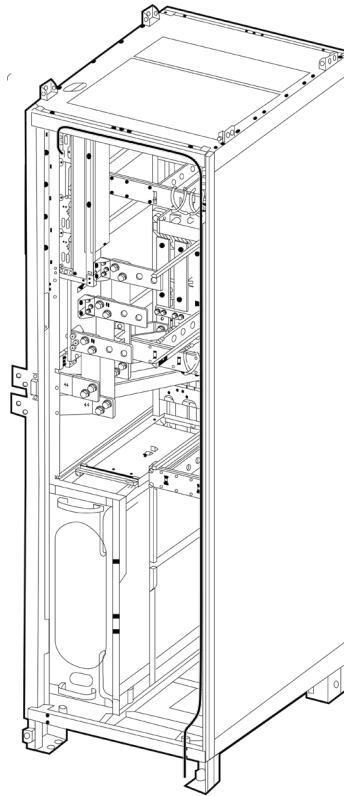

FIGURA 3.38. ENRUTAMIENTO DE CABLES DE SEÑAL DESDE LA PARTE INFERIOR DEL GABINETE.
Paso 10: En la figura 3.38 se muestra cables de señal que se enrutan desde la parte inferior del gabinete UPS. Tras conectar los cables, vuelva a colocar las cubiertas del gabinete UPS, el panel trasero y el panel lateral del armario de derivación.